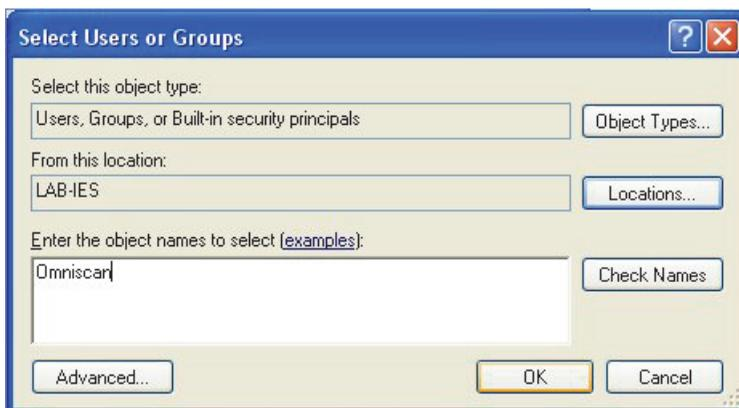

Abbildung 7-16 Dialogfeld Benutzer oder Gruppen wählen (Windows XP)
8. Klicken Sie im Dialogfeld **Benutzer oder Gruppen wählen** auf die Schaltfläche **Pfade** (siehe Abbildung 7-16 auf Seite 230).
10. Zurück im Dialogfeld **Benutzer oder Gruppen wählen** geben Sie in das Textfeld **Geben Sie die zu verwendenden Objektnamen ein** das Wort **Omniscan ein** (siehe Abbildung 7-16 auf Seite 230) und klicken Sie dann auf **OK**.
13. Klicken Sie im Dialogfeld **Benutzer oder Gruppen wählen** auf die Schaltfläche **Pfade** (siehe Abbildung 7-16 auf Seite 230).
15. Zurück im Dialogfeld **Benutzer oder Gruppen wählen** geben Sie in das Textfeld **Geben Sie die zu verwendenden Objektamen ein** das Wort Omniscan **ein** (siehe Abbildung 7-16 auf Seite 230) und klicken Sie dann auf **OK**.